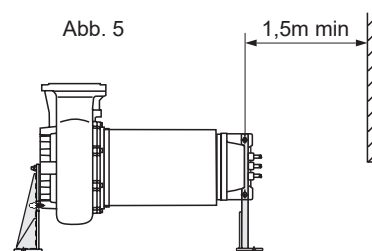

Abb. 5
- 2 - Elektropumpe mit horizontaler Rotorachse nur für K...R.. N1/X1 /R auf geeignete Stützen stellen und den Druckstützen nach oben richten (Abb.5). Die Pumpe in eine vertikale Position bringen. Entfernen Sie den Griff und bringen Sie ihn in der anderen Position wieder an. Heben Sie die Pumpe an und befestigen Sie die Halterung an der Hydraulikseite mit den 3 mitgelieferten Schrauben. Senken Sie die Pumpe ab, bis sie auf dem Boden aufliegt. Entfernen Sie den Griff. Montieren Sie die motorseitige Halterung mit denselben Schrauben, mit denen Sie den Griff befestigt haben. Schrauben Sie die mitgelieferte Schraube in eines der beiden freien Löcher der motorseitigen Halterung: Befestigen Sie sie zuerst in einem der 2 Löcher und versuchen Sie, die Maschine anzuheben, um festzustellen, welches der beiden Löcher zum Absenken der Elektropumpe verwendet werden soll. Halten Sie die Pumpe mit dem Hebezeug auf dem Schwerpunkt. Um die Elektropumpe in waagerechter Position zu bewegen, nutzen Sie ein freies Loch in der Halterung auf der Motorseite und die mitgelieferte Ringschraube, die an der Drucköffnung befestigt ist. Halten Sie während des Hebevorgangs einen Mindestabstand von 1,5 m zur Maschine ein. In beiden Installationen mit Kühlmantel ist ein Mindestabstand von 1,5 m vom Motordeckel vorzusehen. Die Zuführkabel der Elektropumpe müssen auch in diese Richtung verlegt werden können, damit die Demontage des Kühlmantels für die normalen Wartungsarbeiten und Inspektionen möglich ist. Bei Anwendungen mit trockener Kammer ist es ratsam, eine Alarmvorrichtung gegen eine mögliche Überflutung der Kammer aufgrund eines Bruchs oder einer Leckage der Elektropumpe selbst oder einer hydraulischen Komponente des Systems vorzusehen. Sollte dieser Fall eintreten, stellt die Maschine keine Gefahrenquelle dar und wird nicht beschädigt.